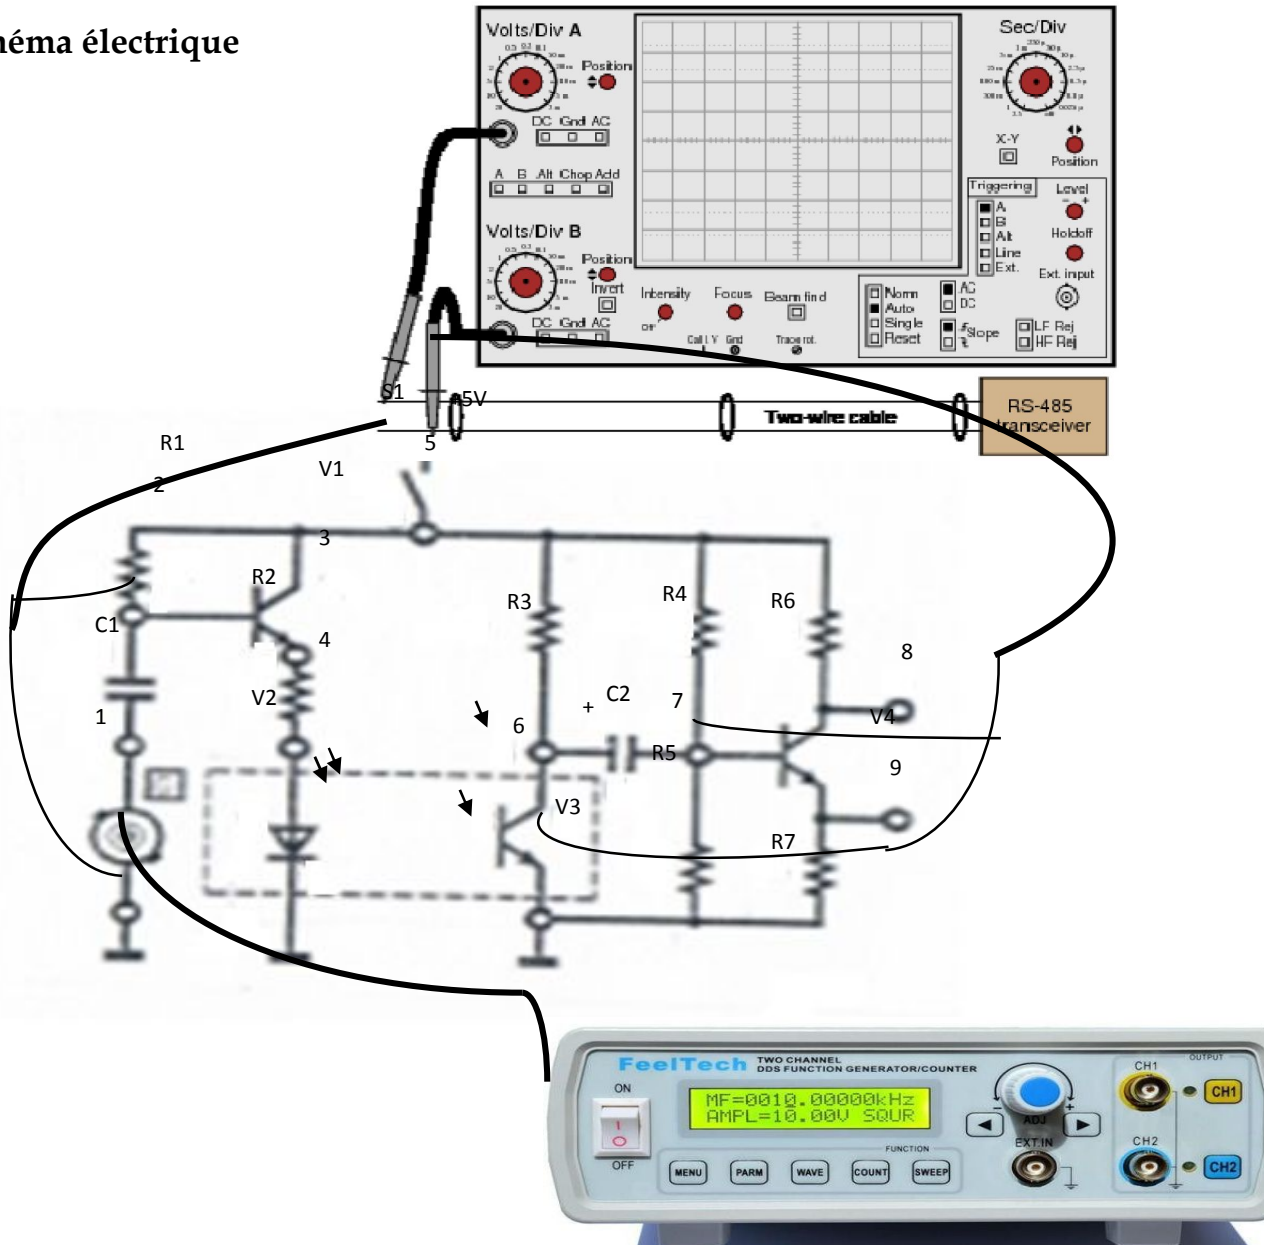

Figure 1.1 : Schémas électrique optocoupleur 1
- 1) Mise en marche le circuit sur la bouton (ON) ;
- 8) Brancher le générateur de signaux et l'oscilloscope comme à la figure.1.1 ; Régler l'oscilloscope de la façon suivante :